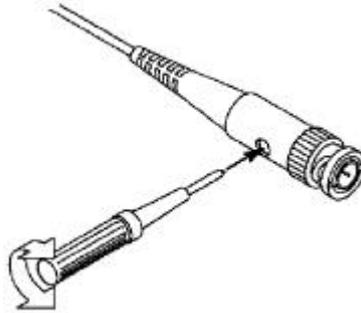

图 3-7：探头调整
- 2、 检查所显示的波形，调节探头，直到补偿正确。见图 3-6，图 3-7。